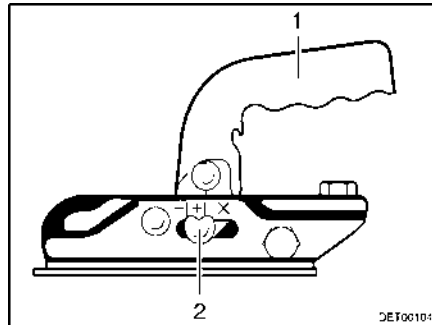

Fig. 1 Dispositif d'attelage EM 150 R
- Tirer la poignée d'attelage (Fig. 1,1) vers le haut. Le dispositif d'attelage est ouvert.
- Appuyer une fois de plus avec la main (et non le pied) sur la poignée d'attelage (Fig. 1,1). La fermeture et le verrouillage de l'attelage s'effectuent automatiquement.
- Effectuer un contrôle visuel : L'indicateur de sécurité (Fig. 1,2) doit être sur la position "+". La rotule d'attelage ne doit pas être visible lorsqu'elle est attelée.